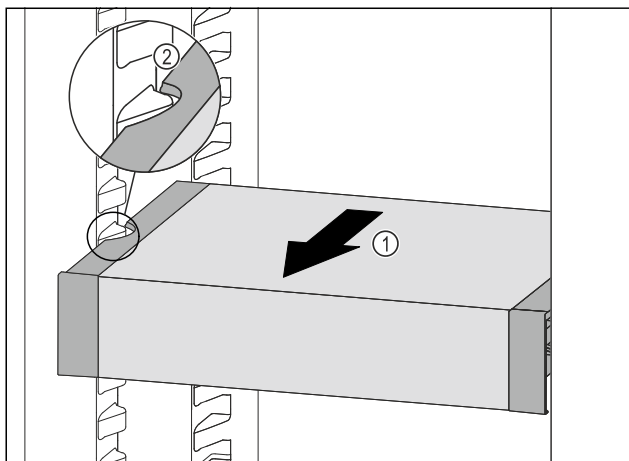

Fig. 148
- VarioSafe naar voren trekken Fig. 148 (1), tot de uitsparingen aan de zijkant van de VarioSafe zich ter hoogte van de rib in het koelgedeelte bevinden. Fig. 148 (2)